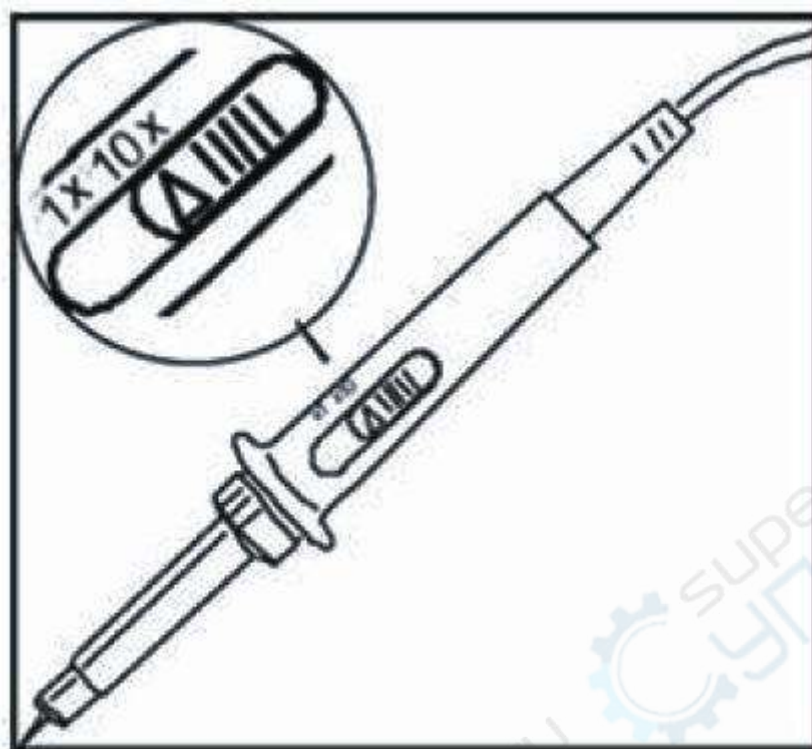

Рисунок 1-5. Установка переключателя ослабления
1) Подсоедините щуп ко входу CH1 и установите переключатель коэффициента ослабления в положение 10X (Рисунок 1-5).